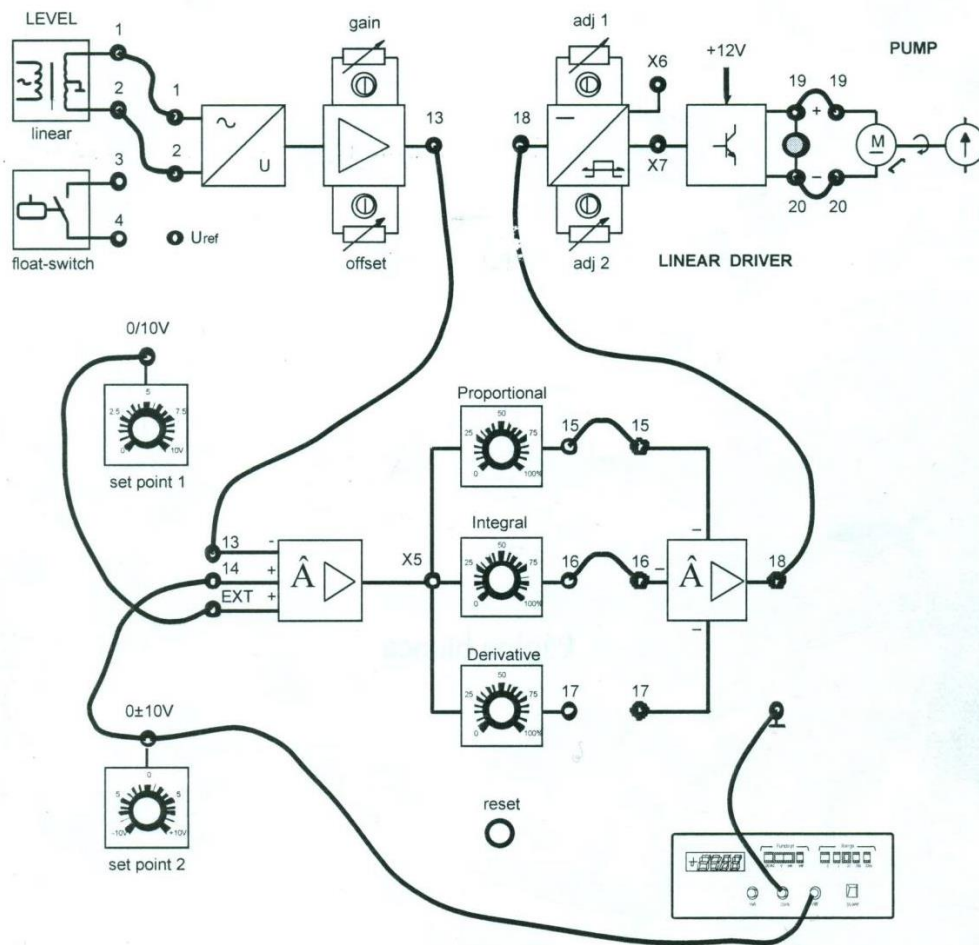

Fig. 10.1
Una vez asegurado de que se conocen los prerrequisitos, entrega a los alumnos la Ficha 10.1 que representa el cableado del control (fig. 10.1) y prepara el panel de simulación del proceso de la siguiente manera:
- 1) Conectar, mediante cables, el casquillo 19 del LINEAR DRIVER al casquillo 19 y el casquillo 20 al 20 (ficha 10.1 fig. 10.1).
- 2) Conectar el casquillo del SET POINT 1 al casquillo 18 del LINEAR DRIVER (ficha 10.1 fig. 10.1).
- 4) Apretar el interruptor general (ON).
- 9) Conectar el casquillo 1 del Sensor de Nivel al casquillo 1 de la respectiva interface y el casquillo 2 al casquillo 2 (ficha 10.1 fig. 10.1).
- 10) Conectar el casquillo del SET POINT 2 al casquillo 14 del regulador PID y el casquillo 13 de la interface de nivel al casquillo 13 del regulador PID (ficha 10.1 fig. 10.1).
- 21) Conectar el casquillo 15 del regulador PID al casquillo 15 y el casquillo 18 al 18 del LINEAR DRIVER (ficha 10.1 fig. 10.1).
- 24) Conectar el casquillo 16 del regulador PID al casquillo 16 (ficha 10.1 fig. 10.1).